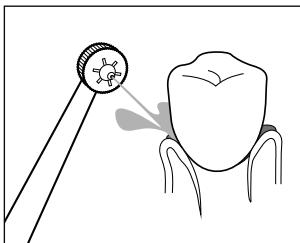
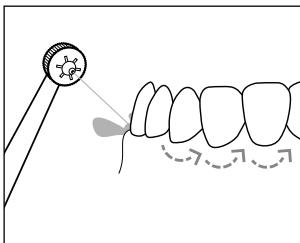

Abb.8
Abb.9
- Schalten Sie das Handteil ④ erst im Mund ein, damit kein Wasser umherspritzt.
- ◆ Schalten Sie das Handteil ein ④, indem Sie den Ein-/Ausschalter I/0 für den Wasserstrahl ③ am Handteil ④ auf I stellen.
- ◆ Zum Reinigen richten Sie den Wasserstrahl auf die Zahnzwischenräume und die Zahnränder. Halten Sie die Aufsteckdüse ② so, dass der Wasserstrahl die Speisereste vom Zahnfleisch weg abspülen kann (siehe Abb. 8). Bewegen Sie die Aufsteckdüse ② langsam entlang der Zahnränder von Zwischenraum zu Zwischenraum (siehe Abb. 9). Reinigen Sie auf diese Weise alle Zahnninnen- und Zahnaußenseiten.